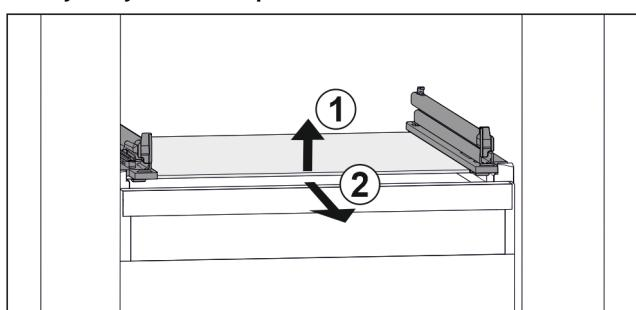

Fig. 50 Simbolična slika steklene plošče
- Steklene plošče dvignite v smeri naprej. Fig. 50 (1)
- Steklene plošče odstranite v smeri naprej. Fig. 50 (2)